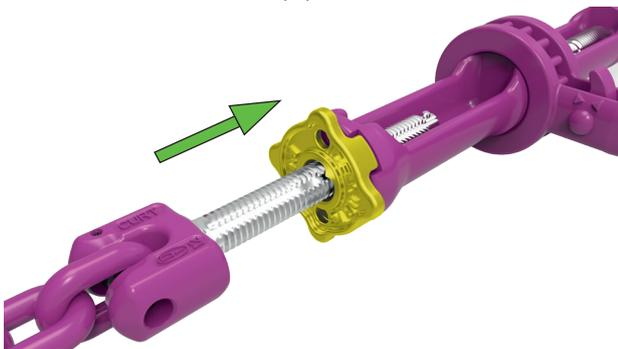

Abb. 6: Schließen der Sicherungsscheibe
- Verschieben Sie nach der Feinjustage die Sicherungsscheibe in Richtung Tragrohr. Die Sicherungsscheibe muss formschlüssig und leichtgängig in die **Kreuzkontur** am Tragrohr eingreifen (Abb. 6).